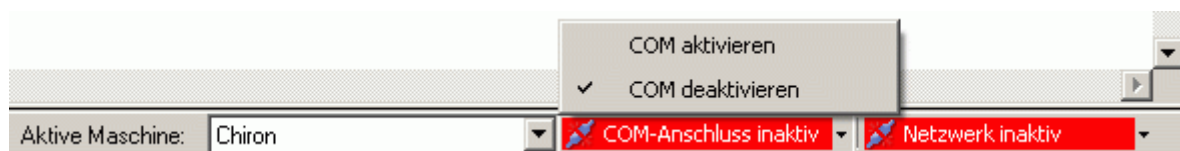

Abbildung 15: Hauptprogramm – Statusleiste Anschlüsse
- 15.2. Wenn Sie ein Programm an NC-Manager senden öffnet sich das Terminalfenster wie in Abbildung 15.